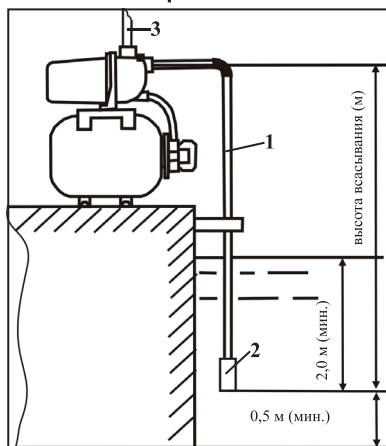

рис.3
Внимание! Для оптимального функционирования насоса станции рекомендуется всасывающую трубу/шланг оснащать обратным клапаном 2 (рис.3) (в комплект поставки не входит).
6.6 Присоедините напорный шланг/трубу 3 (рис.3) к выходному отверстию.